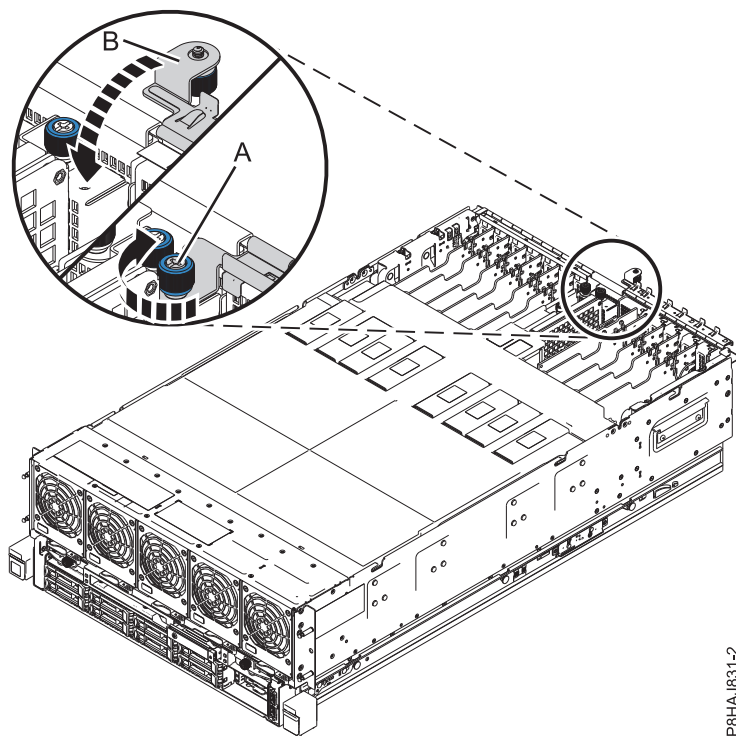

Figura 43. Fechando a trava de E/S
2. Mova a trava de acesso de serviço (**B**) ao empurrá-la na direção do chassi, conforme mostrado em Figura 43 na página 62.